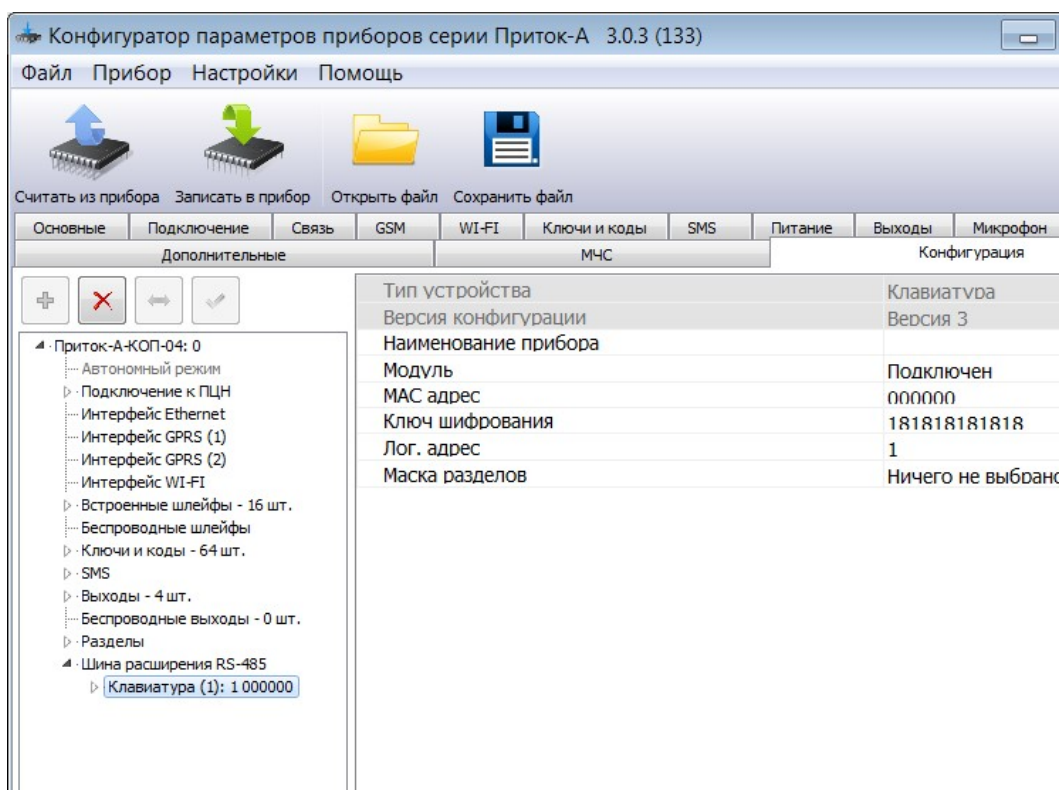

Рисунок 4 – Окно «Параметры»
10. Выделить курсором добавленную «Клавиатуру» и в появившемся окне «Параметры» (см. Рисунок 4) заполнить следующие поля:
1. В поле **«Маска разделов»** выбрать **«Ничего не выбрано»** (см. Рисунок 4);